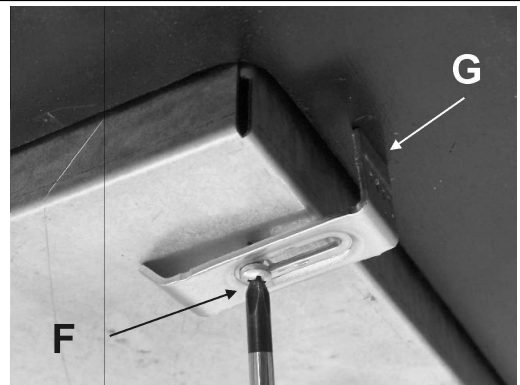

FIG. 10
- Coloque la placa de cocción en el orificio efectuado en el mueble y bloquéelo con los tornillos "F" de los ganchos de fijación "G" (ver fig. 10).